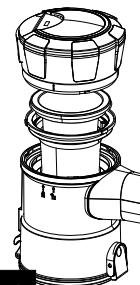

Abb. 3
3. Zunächst den Motorfilter (11) und dann den Siebfilter (12) aus dem Staubbehälter nehmen - (Abb. 3).